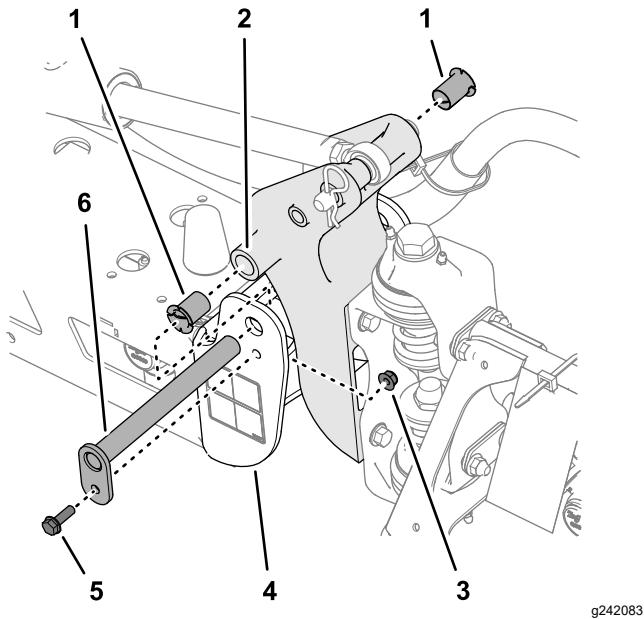

Figura 152
3. Retire el perno y la tuerca que sujetan el pasador de giro y retire el pasador (Figura 152).
5. Retire los casquillos de nailon desde delante y desde detrás del soporte de giro e inspecciónelos (Figura 152).
6. Lubrique los casquillos de nylon con una pequeña cantidad de aceite, e instale los casquillos en el soporte del giro (Figura 152).
7. Alinee los taladros del soporte de giro con los los taladros del canal final (Figura 152).